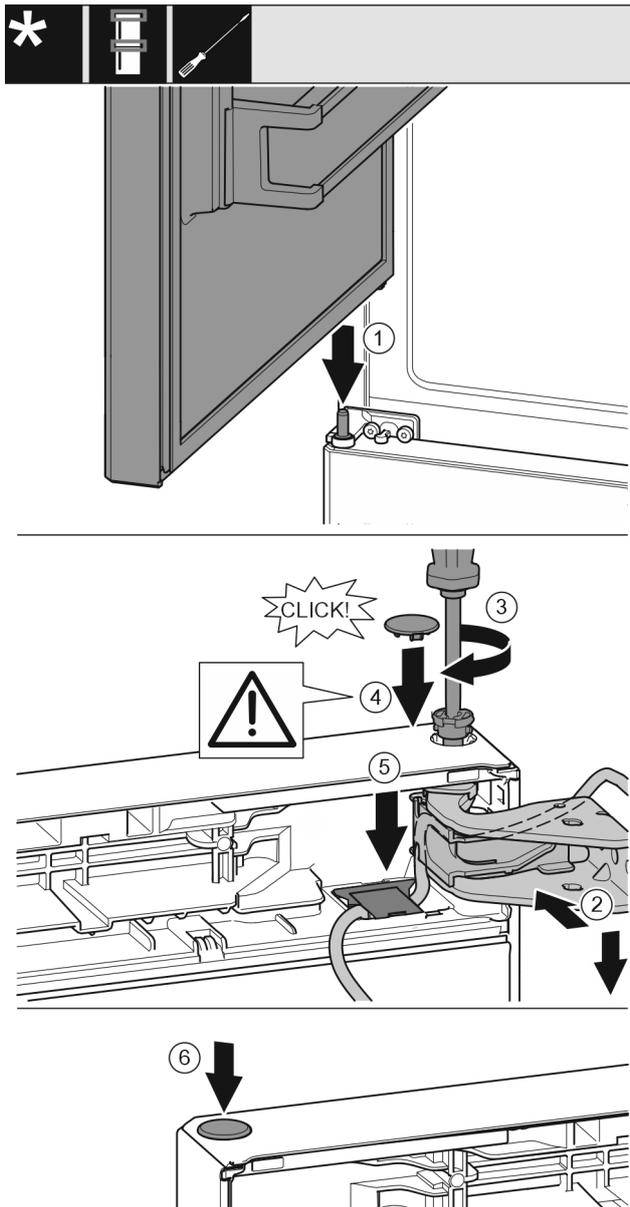

Fig. 30
- ▶ Установите верхнюю дверь на средний опорный палец Fig. 30 (1)
- ▶ Выровняйте дверь сверху по отверстию в опорном кронштейне. Fig. 30 (2)
- ▶ Вставьте палец и затяните отверткой T15. Fig. 30 (3)
- ▶ Установите предохранительную крышку для защиты двери: Вставьте предохранительную крышку и проверьте, прилегает ли она к двери. В ином случае вставьте палец полностью. Fig. 30 (4)
- ▶ Установите крышку и нажмите вниз до момента фиксации. Fig. 30 (5)
- ▶ Вставьте заглушку. Fig. 30 (6)